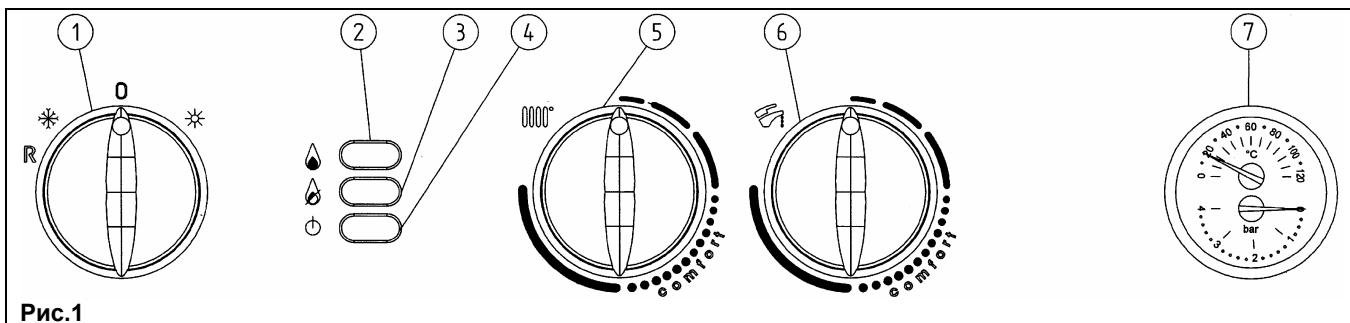
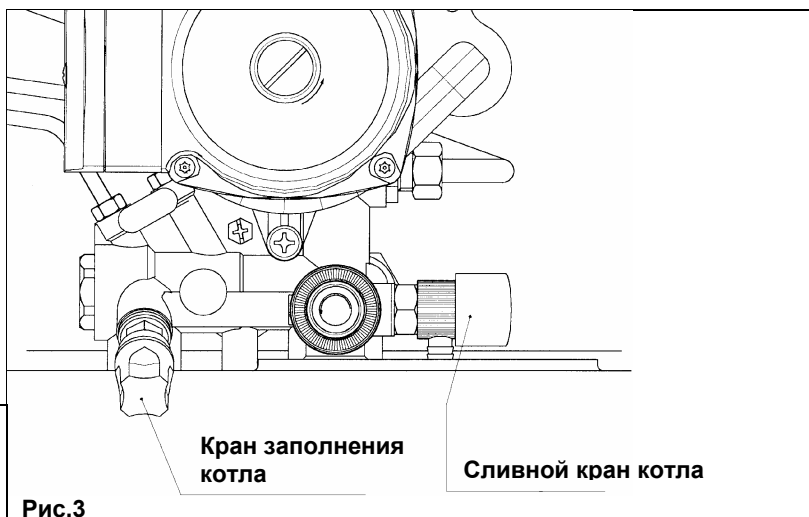

Рис.1
Рис.3
Для регулировки температуры в комнате, можно использовать комнатный термостат. Если комнатный термостат не установлен, температуру в комнате можно регулировать ручкой регулирования температуры воды в системе отопления (позиция 5, рис.1). Чтобы увеличить температуру, поверните ручку по часовой стрелке, а чтобы уменьшить – против часовой стрелки. Электронная модуляция обеспечивает нагрев воды до установленной температуры, изменяя подачу газа к горелке в зависимости от реальной потребности в теплообмене.
**Важно!** Регулярно проверяйте по манометру (позиция 7, рис.1), чтобы давление находилось в пределах от 0,5 до 1 бар при холодной системе отопления. При превышении давления откройте сливной клапан. Если давление ниже нормы, в моделях **ECO 240 I**, **ECO 240 Fi**, **ECO 280 Fi**, **ECO 280 i** откройте кран заполнения (рис.3). В модели **ECO 1.240 Fi** кран заполнения монтируется установщиком на нижней части аппарата (см. деталь 9 на рис.20). Советуем открывать кран очень медленно. Если давление падает часто, пусть ваш котел проверит квалифицированный специалист.
Для выключения котла поверните переключатель (позиция 1, рис.1) в положение «0»; при этом от котла отключается электроснабжение.